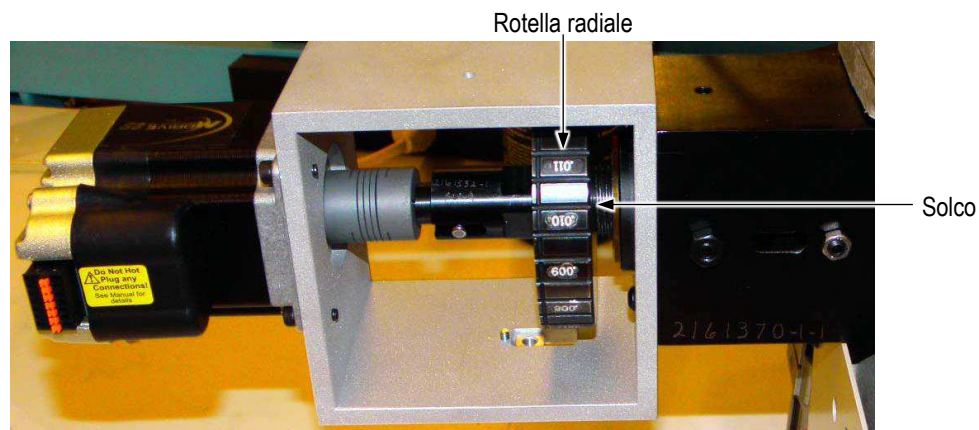

Figura 17
- L'allineamento della linea verticale della piastra di indicazione con il solco della rotella radiale e della linea orizzontale della piastra di indicazione con il solco zero della rotella assiale produrrà un'altezza di aggraffatura massima per tutti i prodotti (vedere Figura 17).